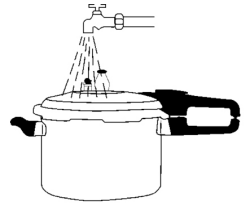

Figura 8
9) Mantenimiento del protector de bloqueo: Con el fin de mantener el agujero del protector de bloqueo libre así como la higiene de la olla, debe lavarse el protector de bloqueo después de cada uso. Gire el protector de bloqueo en el sentido contrario a las agujas del reloj hasta una posición de 60°. Retírelo y lávelo. Vuelva a colocarlo girando en el sentido de las agujas del reloj como se muestra en la Figura 8.